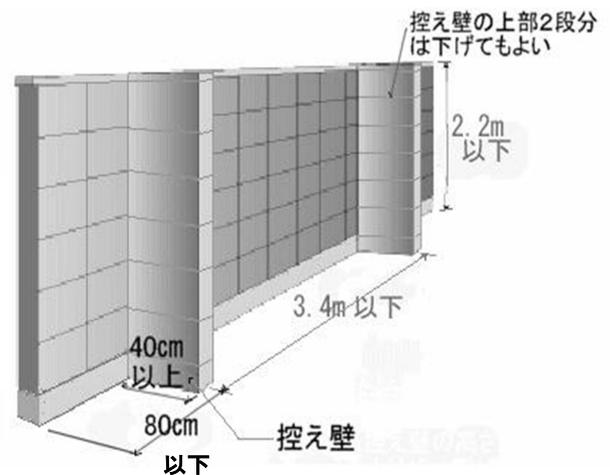

図 3 控壁及び端部の距離
- ブロック塀の端部は、図3に示すように80cm以下に控壁が必要。